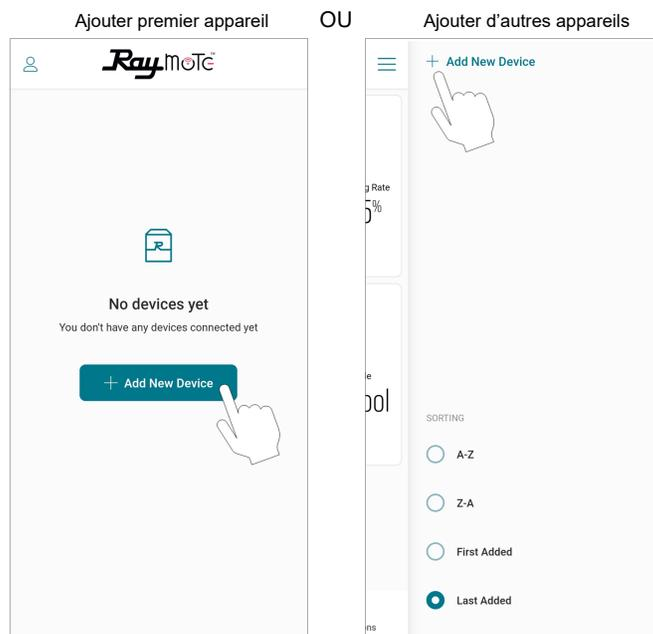

Figure 12. Ajouter un dispositif mobile
4. Dans l'application Raymote, appuyez sur "+ Add new device" ou sur le bouton de menu ☰ situé dans le coin supérieur droit de l'écran, puis sur "+ Add new device", voir **Figure 12**.